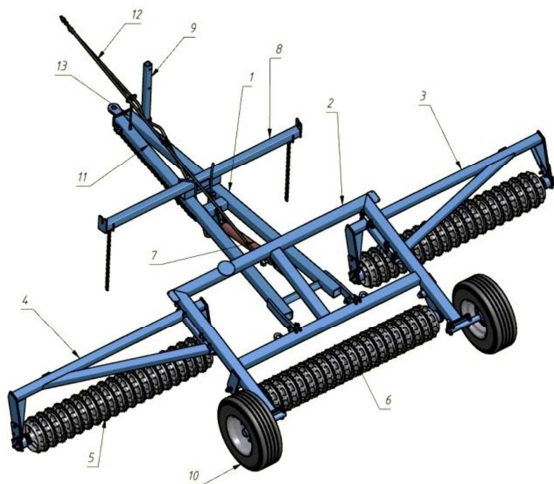
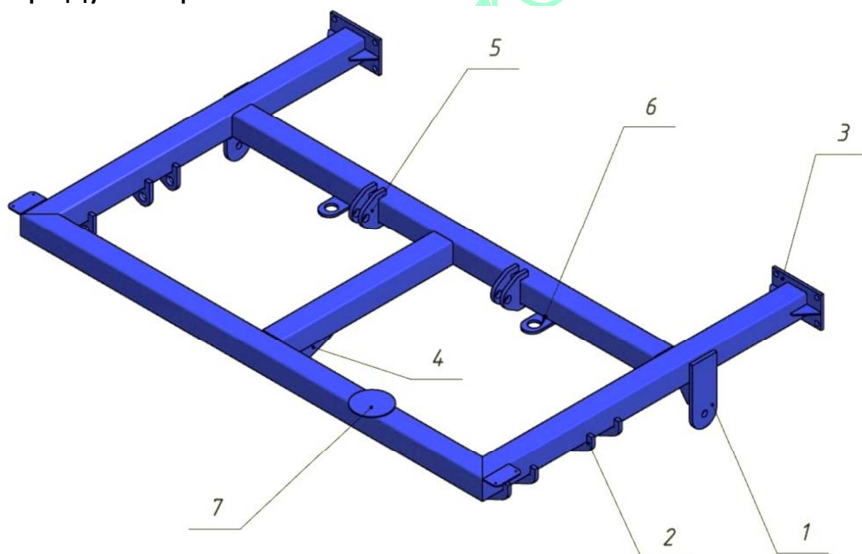
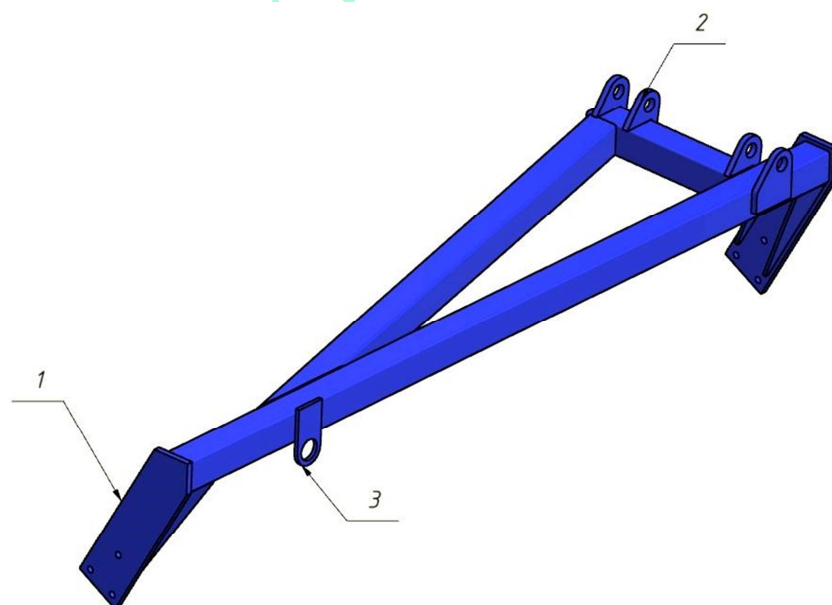
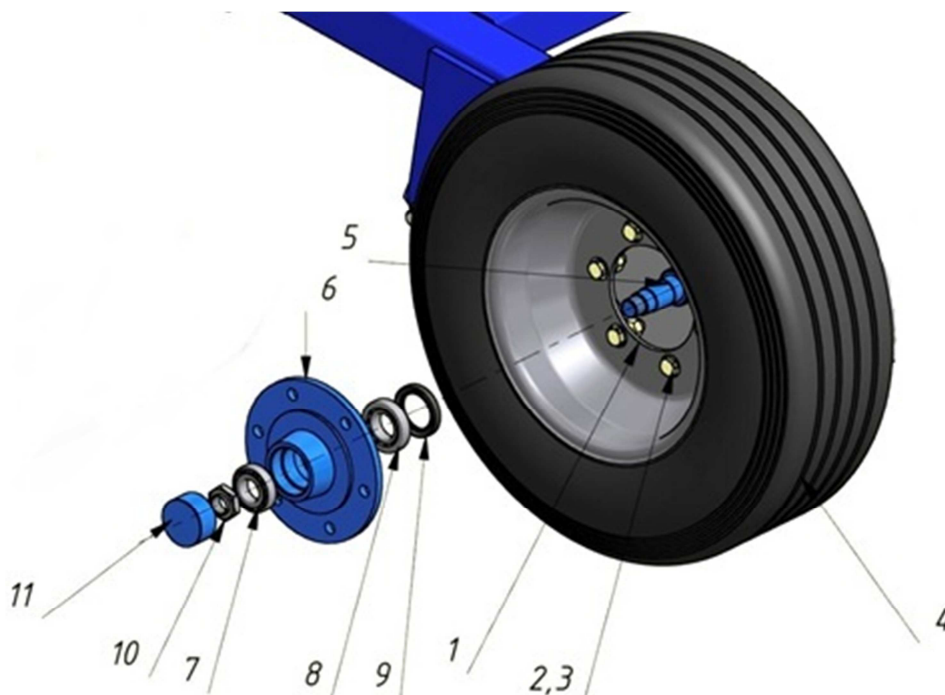

Рисунок 1. Каток кольчато-зубчатый ККЗ-6 в рабочем положении
Рисунок 10. Рама катка
Рисунок 12. Крыло
Рисунок 19. Опорное колесо
При выдвижении штока гидроцилиндра, рама 2 (рисунок 1,2,3) принимает вертикальное положение, при этом боковые секции, под собственным весом поворачиваются вперед вокруг оси их крепления к центральной раме. Опорные колеса 10 принимают на себя всю массу катка.
Перевод осуществляется при положении рычага гидрораспределителя – «плавающее». При этом шток гидроцилиндра вытягивается под весом катка, рама 2 (рисунок 1,2,3) опускается, крылья 3,4 касаются земли. Далее раскладывание производится при медленном движении агрегата назад, до полного раскрытия крыльев.
Рама 2 (рисунок 10) представляет собой сварную конструкцию из труб квадратного сечения 100X100 мм. Она предназначена для крепления на ней средней рабочей секции 6 (рисунок 1,2,3), крыльев 3,4 с боковыми секциями 5 и опорных колес 10. В нижней части рамы приварены проушины 1 (рисунок 10), предназначенные для крепления средней секции. На боковых брусках рамы расположены проушины 2, с помощью которых крепятся крылья с боковыми секциями. Для соединения рамы катка сницей на заднем бруске рамы расположены проушины 5. На нижней части центрального бруса расположены проушины 4, соединяющие раму катка со штоком гидроцилиндра. Для выполнения погрузочно-разгрузочных работ при транспортировании катка на раме предусмотрены строповочные планки 6. Для знака ограничения скорости предусмотрен лист 7
Крыло правое 3 и левое 4 (рисунок 1,2,3) представляют собой сварную конструкцию из труб квадратного сечения 80X80 мм, при этом они выполнены в зеркальном отображении. Кронштейны 1 (рисунок 12), расположенные по краям крыльев предназначены для крепления боковых секций катка. Для соединения с рамой катка на крыльях приварены проушины 2. Планка 3 служит для строповки крыльев при погрузочно-разгрузочных работах и сборке катка.
Два опорных колеса (рисунок 19) предназначены для перемещения катка в транспортном положении и для снятия частичной нагрузки с центральной секции катка в рабочем положении.
Опорное колесо (рисунок 19) катка состоит из диска 1 выполнено из двух частей, соединённых между собой крепежными элементами 2,3, шины 4, оси 5 с фланцем, предназначенным для крепления колеса к раме (рисунок 1,2,3).
Соединения диска колеса с осью осуществляется через ступицу 6 (рисунок 19), в которой расположены 2 подшипника 7 и 8. Со стороны фланца подшипник за-
4.3.1. При отсоединении катка от трактора необходимо установить на стойку 9 (рисунок 1,2,3) снпцы, отсоединить гидравлическую систему.
6.2.2 Для регулировки осевого зазора в подшипниках 7,8 колес (рис. 19) отвернуть болты 2, которые крепят диск колеса 1 со ступицей 6. Снять колпачок 11, отвернуть гайку 10 и, поворачивая колесо от руки, затянуть гайку до появления повышенного сопротивления вращения колеса, затем отвернуть ее на ¼ оборота обратно. Проверить легкость вращения колеса, зафиксировать гайку и поставить крышку на место.